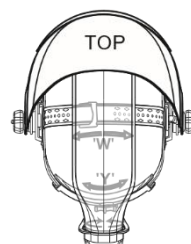

Fig. 3
- La circonférence totale du casque peut être augmentée ou réduite en tournant le bouton situé à l'arrière du casque. (Voir le réglage « Y » dans la fig. 3). Cette opération peut être effectuée tout en portant la visière et permet de régler la tension adéquate pour maintenir la visière fermement sur la tête sans qu'elle soit trop serrée.
- Si le casque est trop haut ou trop bas sur votre tête, ajustez la sangle qui passe au-dessus de votre tête. Pour ce faire, libérez l'extrémité de la bande en poussant la goupille de verrouillage hors du trou dans la bande. Faites glisser les deux parties de la bande pour augmenter ou réduire la largeur selon vos besoins, puis enfoncez la goupille de verrouillage dans le trou le plus proche. (Voir réglage « W » dans la fig. 3).